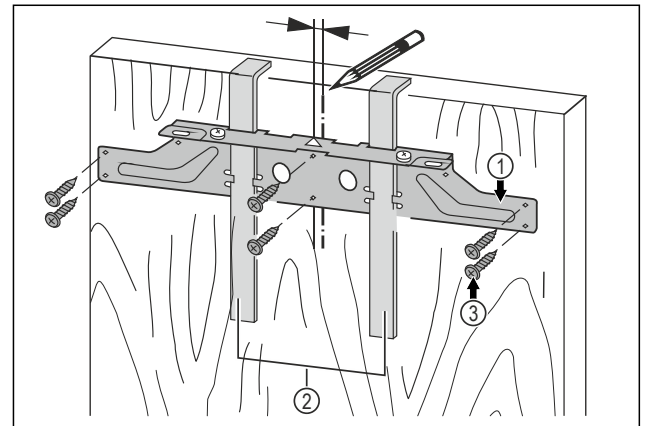

Fig. 43
- Befestigungstraverse Fig. 43 (1) mittig auf der Tür ausrichten.
- Keder links: Befestigungstraverse Fig. 43 (1) 6 mm (1/4 in) nach links verschieben.
- Keder rechts: Befestigungstraverse Fig. 43 (1) 6 mm (1/4 in) nach rechts verschieben.